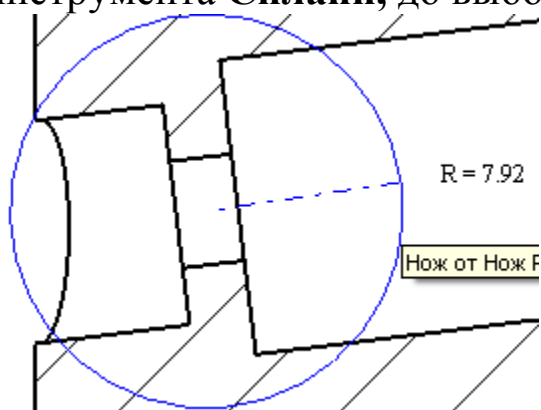

Рис. 18
2. Нарисуйте на разрезе А-А окружность так, как показано на рис. 18: